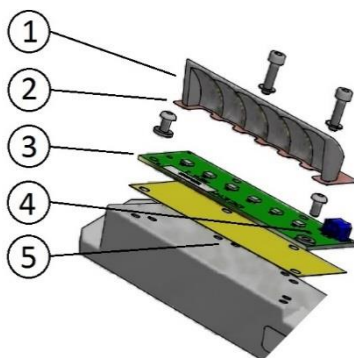

Figure 21 – Remplacement du module LED
débrancher le câble d'alimentation du module LED (Figure 21 - n°4)
- enlever le module LED (Figure 21 - n°3) et son réflecteur (Figure 21 - n°1) de l'équerre presse-prisme en desserrant les deux vis TCEI M3x12
- veiller à ce que l'interface thermique (Figure 21 - n°5) soit positionnée correctement sous le module LED
- veiller à ce que la feuille d'isolation thermique en Kapton (Figure 21 - n°2) soit positionnée correctement sur le module LED
- rebrancher le câble d'alimentation au module LED (Figure 21 - n°4)